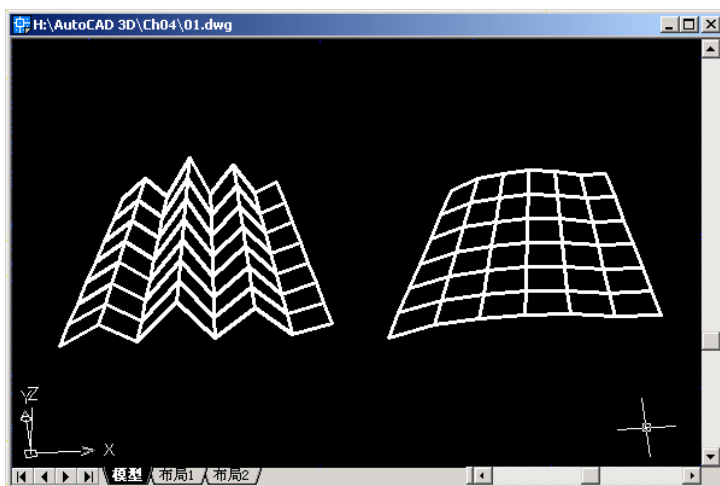

图 4-8 多边形网格拟合样条曲面
②选择“平滑曲面(S)”命令选项,可以将多边形网格拟合为平滑的曲面,可以用于拟合的曲面类型包括二次B样条曲面、三次B样条曲面和Bezier曲面。AutoCAD将根据系统变量SURFTYPE的值确定使用何种类型的曲面:值为5时使用二次B样条曲面,值为6时使用三次B样条曲面,值为8时使用Bezier曲面,初始值为6。图4-8所示为多边形网格对